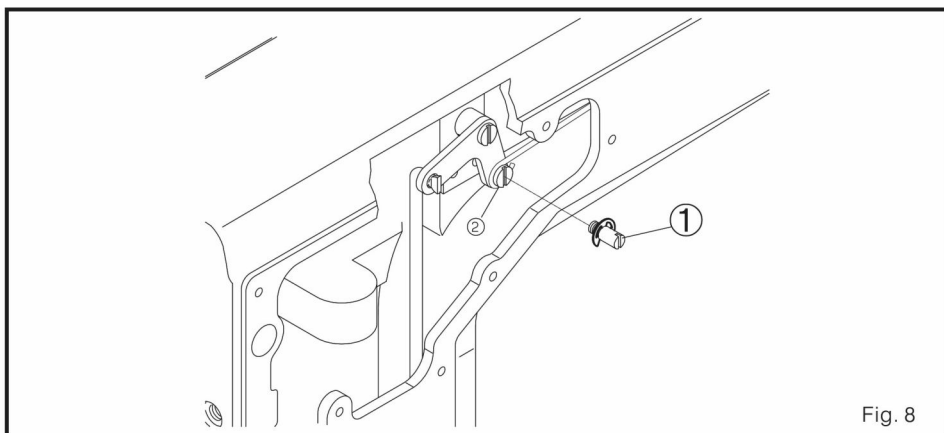

Fig. 8
- (1) passos da montagem
- a. Remove a cobertura da lâminana parte posterior disto máquina. Então, substitua o parafuso 2 com um contanto parafuso 1. (Fig. 8)